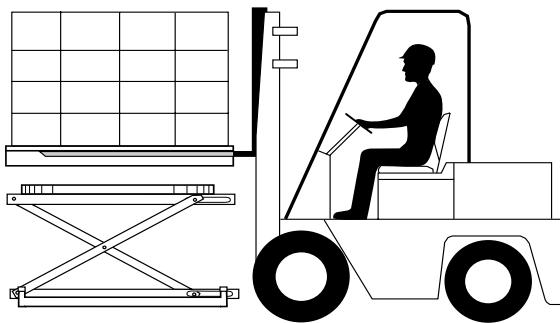

Abb. 6 Entladen mit Gabelstapler
1. Fahren Sie die Gabel unter die Palette und heben Sie sie vom Tisch ab. Siehe Abb. 6.